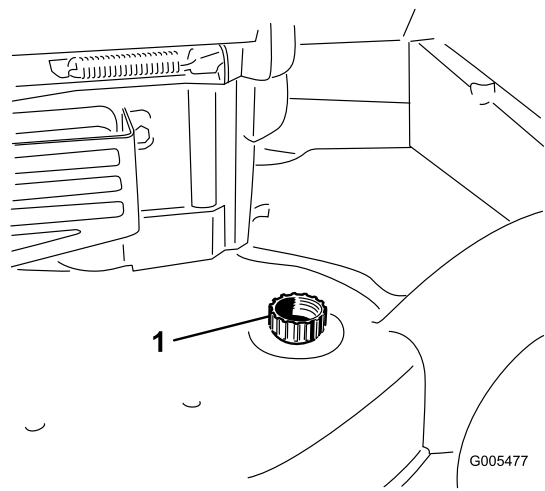

Bild 22
4. Befestigen Sie einen Gartenschlauch, der an einen Wasserhahn angeschlossen ist, am Wasseranschluss der Maschine (Bild 22).